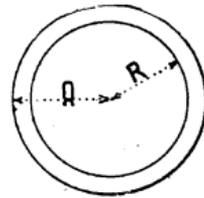

Fig. 640.
*Couronne* (fig. 640). Faire le carré du rayon R,